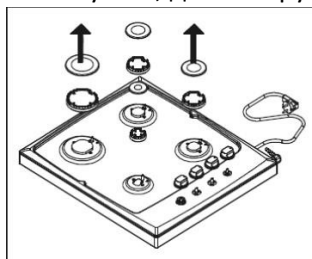

Рис.14.
**Для газовых клапанов, снабженных регулировочным винтом на корпусе клапана (рис.14):**
- Снимите крышку варочной панели и адаптер (рис.14)